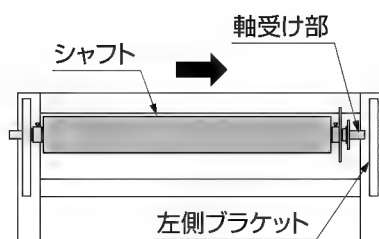

図2-3
- ② シャフトが水平になるまで持ち上げ、左側ブラケットの軸受け部に反対側のシャフトの軸を差込んでください。(図2-3参照)